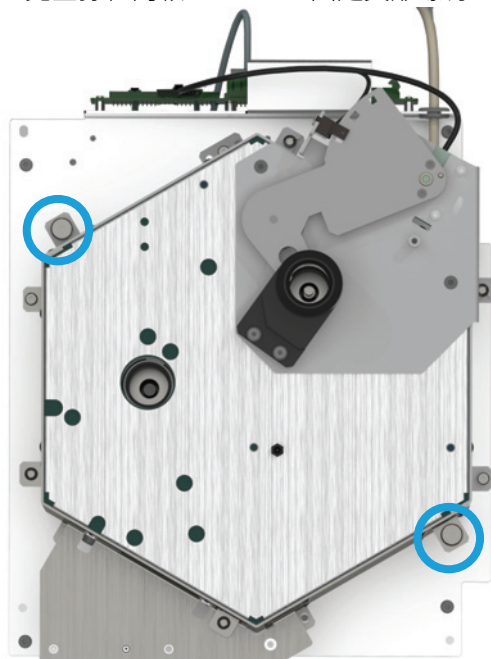

图 13. 松开加热箱顶部组件上的翼形螺钉
- b 完全拧松两颗 T-20 Torx 固定翼形螺钉（图 13）。